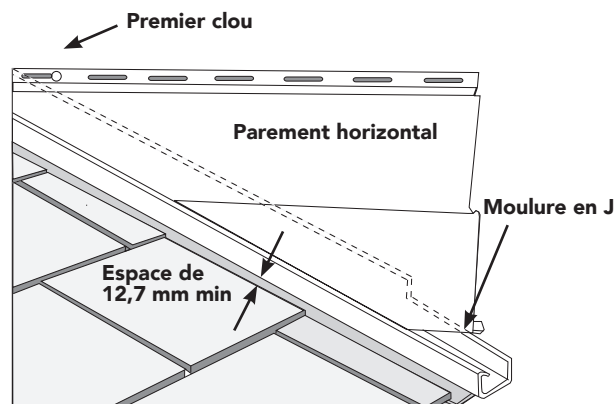

Figure 32
- Enfoncer l'attache (clou, vis ou agrafe) dans la fente la plus proche de la rive de toit, à l'extrémité de la bride de clouage, afin d'assurer la dilatation du panneau de parement fixé à la moulure (Figure 32).